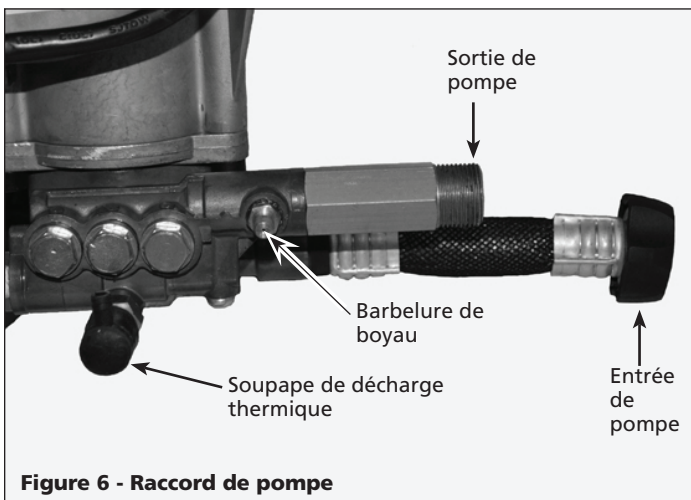

Figure 6 - Raccord de pompe
3. Fixez le tuyau d'arrosage (non inclus) au raccord d'entrée de la pompe (voir Figure 6).